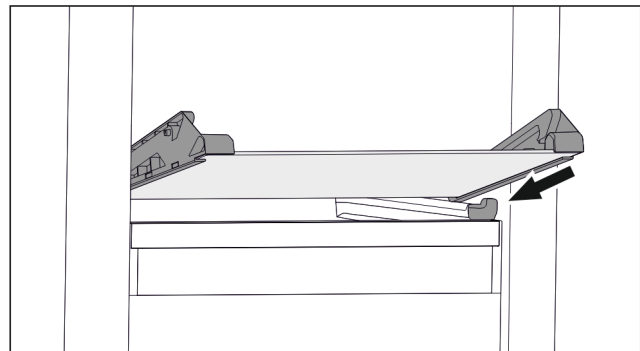

Fig. 67 Glasplatte des abklippbaren Schubfachs
- ▶ Glasplatte schräg hinter den Stoppere aufsetzen. (zie Fig. 67)